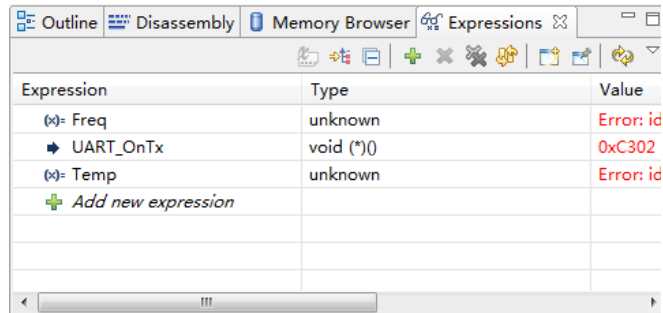

图 2.9 观察窗口
5) 点击菜单 View→Expressions，可以得到观察窗口，如图 2.9 所示。可以通过  添加观察变量，或者在所需观察的变量上右击，选择 Add Watch Expression